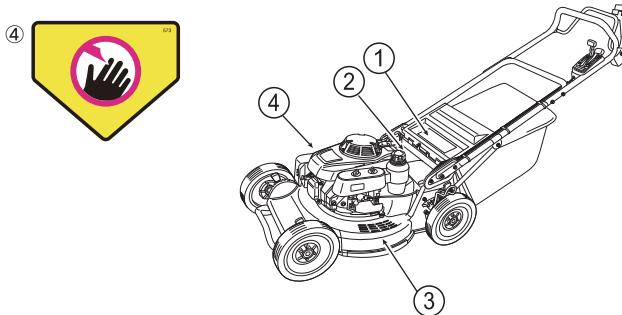

Fig. 1
- Etiquetas de segurança estão afixadas no cortador de grama, como ilustrado na fig. 1.